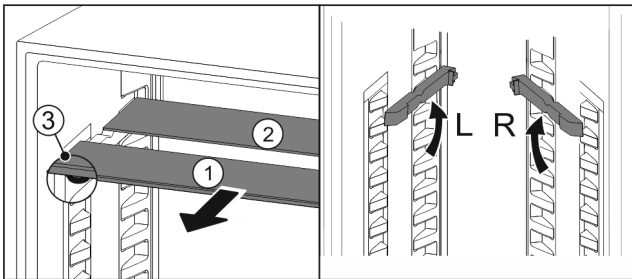

Fig. 74
- Glasplatten einzeln nach vorne herausziehen Fig. 74 (1).
- Glasplatte Fig. 74 (1) mit Zierleiste liegt vorne.
- Stopps Fig. 74 (3) zeigen nach unten.